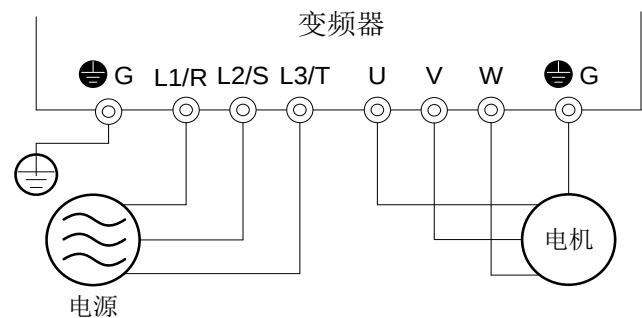

图 4.1 主回路端子的连接图
- (1) 主电源输入端子（L1/R,L2/S,L3/T）、变频器输出端子（U,V,W）及变频器接地端子（G）是否连接正确。（参照图 4.1）